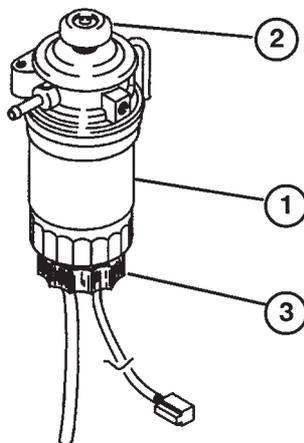

Fig. 12
**Valvole di chiusura carburante** (Fig. 12)—Prima del rimessaggio chiudere le valvole di chiusura carburante sotto il serbatoio carburante e sopra il filtro carburante.